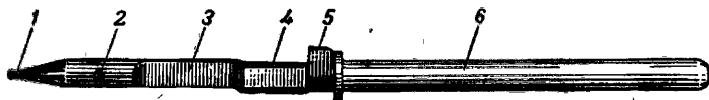

Рис. 39. Ударник ДПМ:
**Ударник ДПМ** (рис. 39), в отличие от ударника ДП, имеет цилиндрический хвостовик для возвратно-боевой пружины.